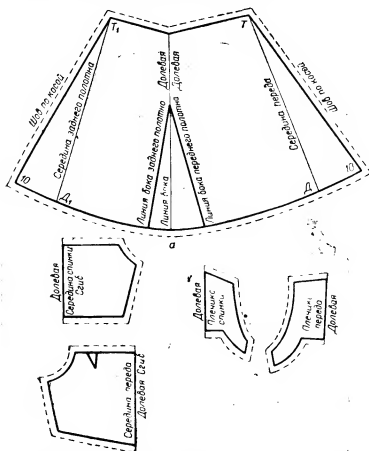

Рис. 231. Подготовка выкройки комбинированного сарафана к раскрою:
**Юбка.** В первую очередь на ткань укладывают выкройку юбки (рис. 231, а). Ткань складывают вдвое лицевой стороной внутрь, находят долевую нить, прокладывают наметку, затем бе-
Спинка и полочка. При раскладке выкройки на ткани спинку и полочку укладывают так (рис. 231, б), чтобы их середина была по долевой нити и сгибе ткани.
Плечки спинки и полочки. При раскладке выкройки на ткани плечики спинки и полочки укладывают так (рис. 231, в), чтобы обозначение «Долевая» было по долевой нити ткани. Каждое плечко кроют из ткани, сложенной вдвое.